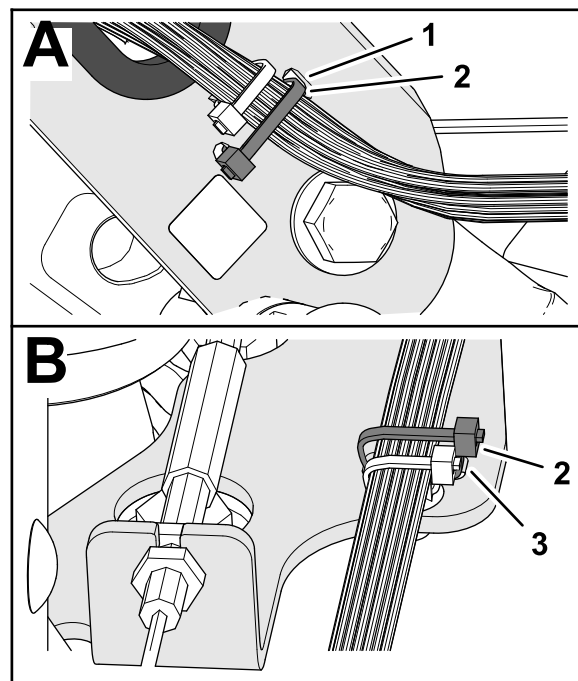

Figure 11
6. Fixez le faisceau de la machine sur le profilé du timon en passant un attache-câble dans les fentes du profilé (Figure 11).